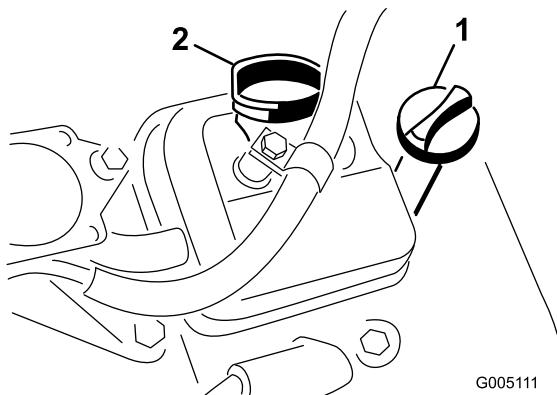

图25
2. 拧下量油尺，用干净的抹布擦拭。将量油尺拧入量油尺管道中，并确保它完全插入 (图25)。